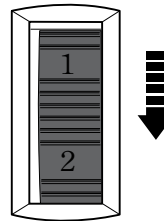

Fig. 5
- > Tourner le sélecteur de vitesse [1] vers l'arrière (vu de la position de l'opérateur) pour réduire la vitesse maximum (Fig. 5). Une vitesse lente est adaptée aux découpes avec des lames épaisses et des matériaux durs.